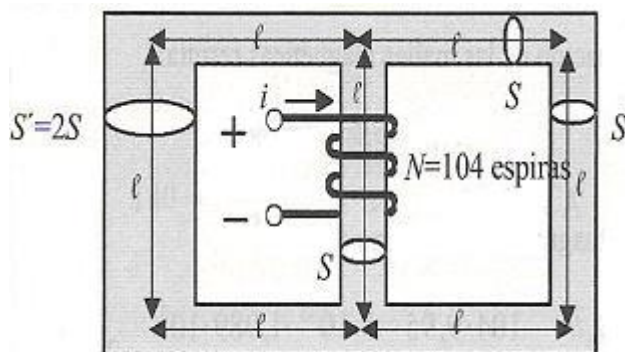

Fig 6
5.-Calcular la intensidad que debe aplicarse a la bobina del circuito magnético de la Fig.6 para establecer en la columna derecha un flujo de 1 mWb . La permeabilidad relativa se supone que es constante en todos los puntos y cuyo valor es de 400; la sección $S = 10 \text{ cm}^2$ es la misma en toda la estructura, excepto en la columna izquierda, que vale 20 cm^2 . La longitud l es igual a 10 cm . Calcular también el flujo en el brazo central.